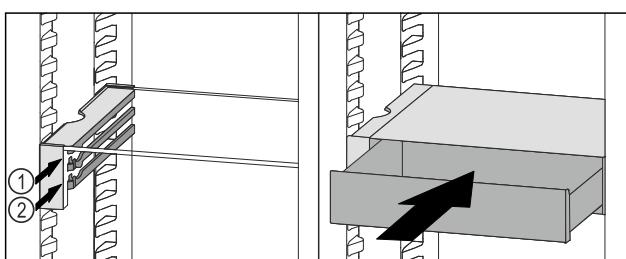

Fig. 129
- ▶ Predal VarioSafe namestite za zaustavljalnimi elementi na želeni nastavek Fig. 129 (1) ali Fig. 129 (2).